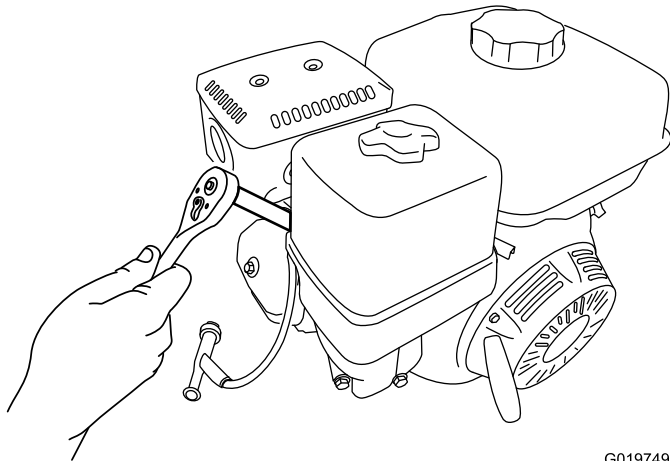

Figura 49
5. Gire la bujía en sentido antihorario usando una llave para bujías de 20 mm (13/16 pulgada) para desmontar la bujía y la junta (Figura 49).
2. Gire la bujía en sentido horario usando una llave para bujías de 20 mm (13/16 pulgada) hasta que la bujía y la junta estén asentadas (Figura 49).